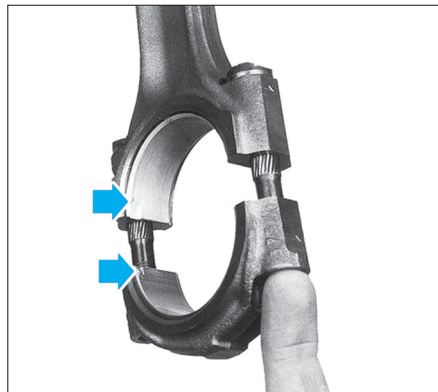

FIG. 46
- Les ergots de positionnement des coussinets doivent être alignés et du côté de l'empreinte de chambre de précombustion (Fig.46).